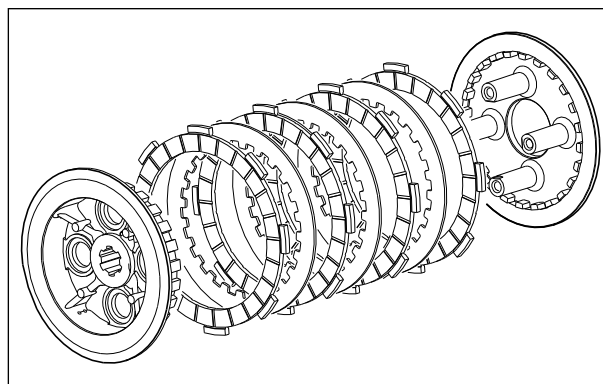

Fig. 3.15
- Separe o platô da embreagem, os discos de acionamento da embreagem, os discos separadores da embreagem e o cubo da embreagem. (Fig. 3.15)